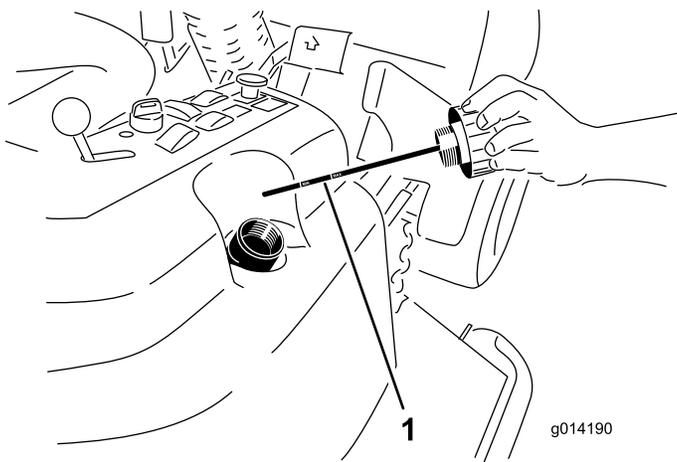

Figura 42
- Retire o tampão de enchimento hidráulico (Figura 42) do tubo de enchimento.
- Retire a vareta e limpe-a com um pano limpo (Figura 42).
- Coloque a vareta no tubo de enchimento, retire-a e verifique o nível de fluido (Figura 42).